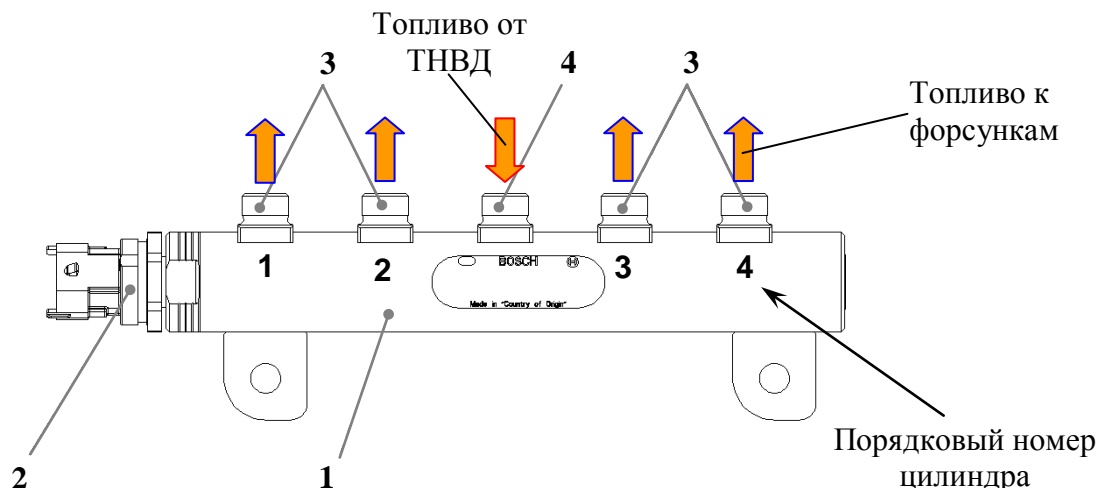

Рис.51. Топливная раampa:
**Топливная раampa (аккумулятор топлива) 1** (рис.51), с датчиком давления топлива 2, служит для аккумулялирования топлива и распределения его по форсункам.